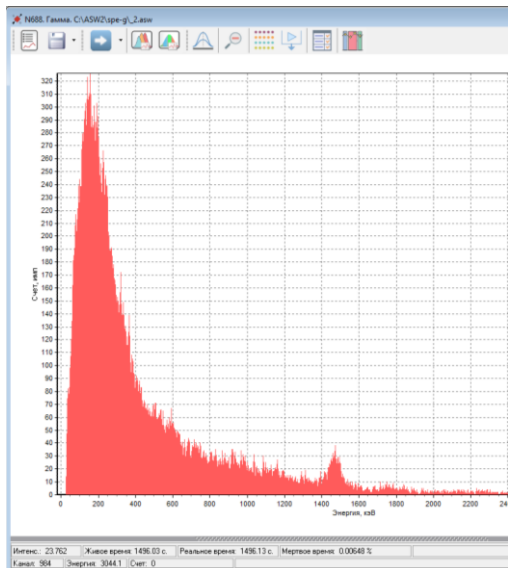

Рисунок 4. Фоновый спектр, набранный в ходе контроля фона.
- В ходе выполнения третьего этапа на экран выводится фоновый спектр (рисунок 4).